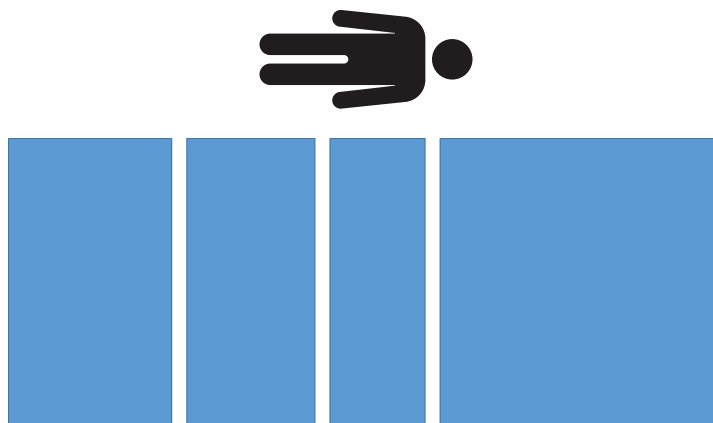

Figura 12 – Pré-carga - sem peso
28. Retire todos os pesos calibrados do produto (Figura 12).